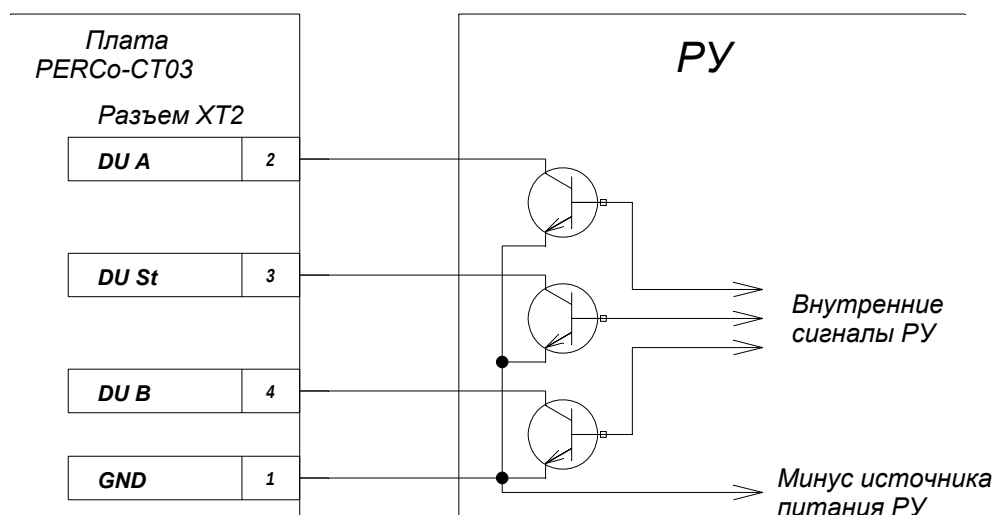

Рисунок 4 – Управляющие элементы устройства радиуправления (РУ):
5.4.2 Управление KTC01.3 осуществляется подачей на контакты клеммной колодки "XT2" DUA, DUS_t и DUB сигнала низкого уровня относительно контакта GND, при этом управляющим элементом могут быть нормально разомкнутый контакт реле или схема с открытым коллекторным выходом (см. рисунок 4).